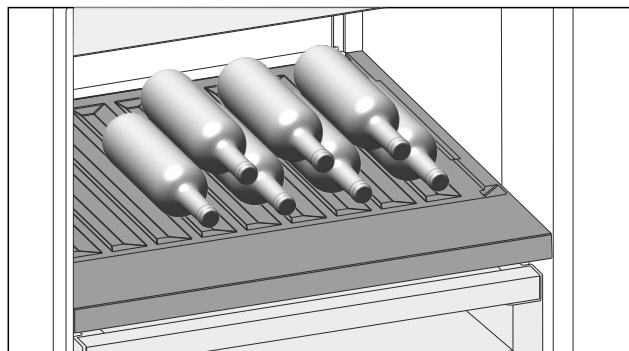

Fig. 140
- ▶ 将瓶底向后对着后壁放入瓶子。(参见 Fig. 140)